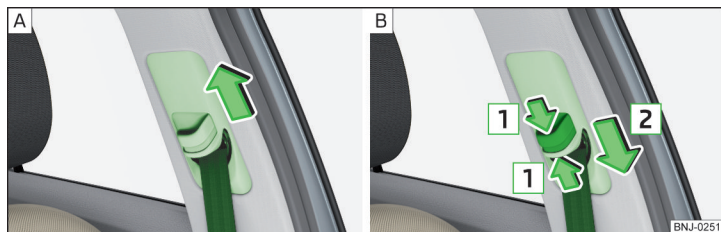

Fig. 18 Reglarea pe înălțime a centurilor de siguranță ale locurilor din față
- › Deplasați dispozitivul de ghidare **în sus**, în direcția săgeții » fig. 18 - [A].
- › **Sau:** Comprimați siguranța în sensul săgeților **[1]** și deplasați dispozitivul de ghidare **în jos** în sensul săgeții **[2]** » fig. 18 - [B].